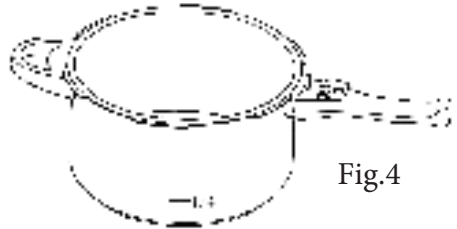

Fig.4
- Weniger als 2/3 der Höhe des Behälters für Lebensmittel, die ihr Volumen nicht vergrößern, wie Fleisch, Gemüse usw. (Abb. 4).